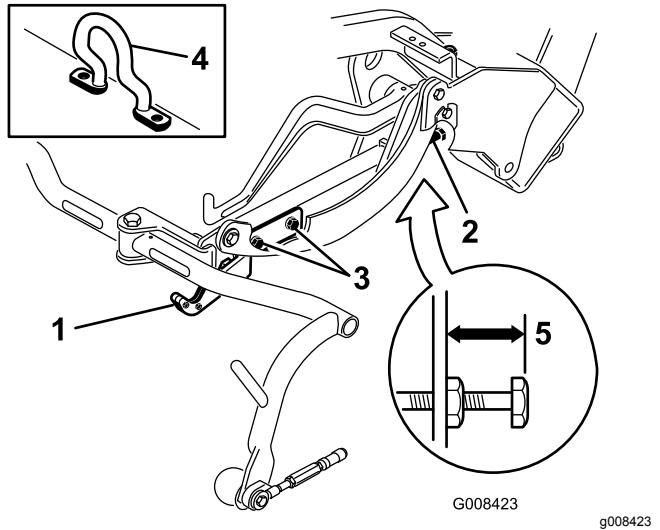
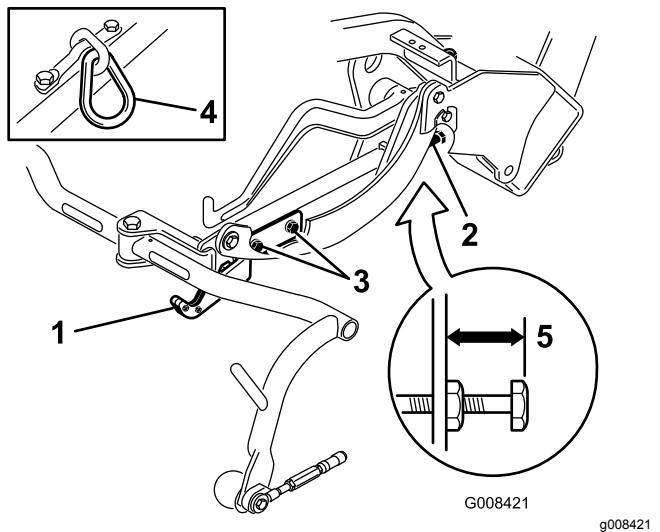
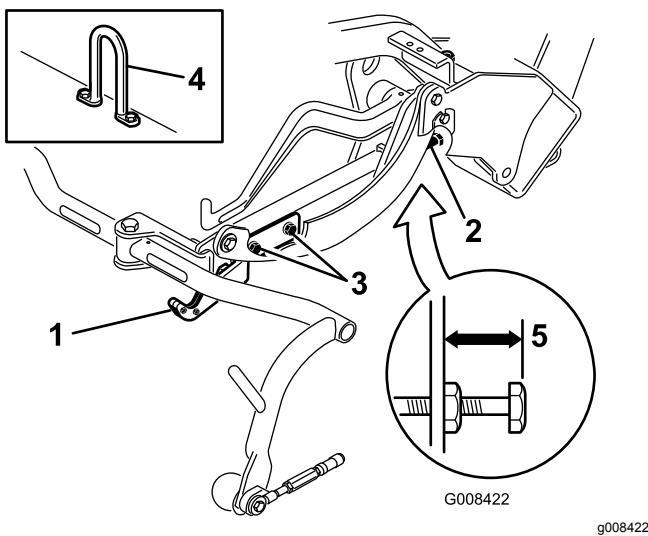

图12
图13
图14
- 在配备链节或垂直吊钩的滚刀组 图13 和 图14 插页上确认从承载架调节螺丝的顶部到承载架背面的距离是否为 22mm。如果距离不是 22mm 请转至步骤 4。如果滚刀组配备了偏置提升杆 图12 请转至下一步。
检查行驶高度 图13 和 图14 必要时进行调节。
- 在配备偏置吊钩的滚刀组 图12 插页上确认从承载架调节螺丝的顶部到承载架背面的距离是否为 25mm。如果距离不是 25mm 请转至步骤 4。
4. 拧松行走板安装螺丝图13、图14 和图12。
7. 如果承载架高度不同请拧松承载架调节螺丝上的锁紧螺母图12、图13 和图14。向外旋转螺丝可升起向内旋转可放低。达到适当高度后拧紧锁紧螺母。